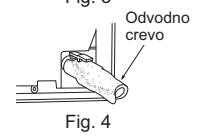

Fig. 4
- Umetnite odvodno crevo u potpunosti u odvodno posudu na zadnjoj desnoj strani unutrašnje jedinice. (Fig. 4)
- Umetnite odvodno crevo u ulovnik za otvor na zidu (C) i zakačite gornji deo unutrašnje jedinice na montažnu ploču (1). Zatim pomerite unutrašnju jedinicu do kraja nalevo da biste olakšali postavljanje cevi u zadnji prostor jedinice.